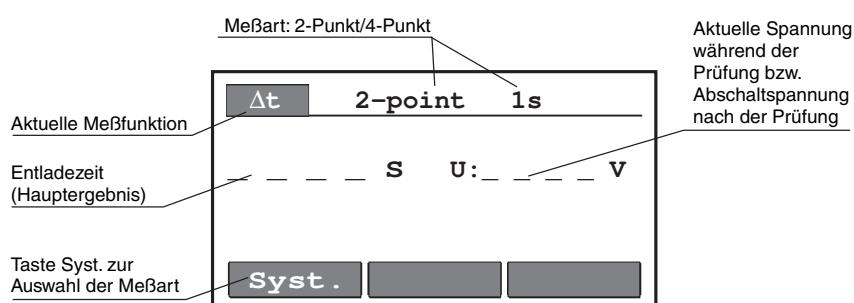

Abb. 21 - Grundbild für Entladezeit-Messung( $\Delta t$ )
1. Funktionsdrehschalter auf  $\Delta t$  stellen (Entladezeit). Im Display erscheint das Grundbild gemäß Abb. 21.